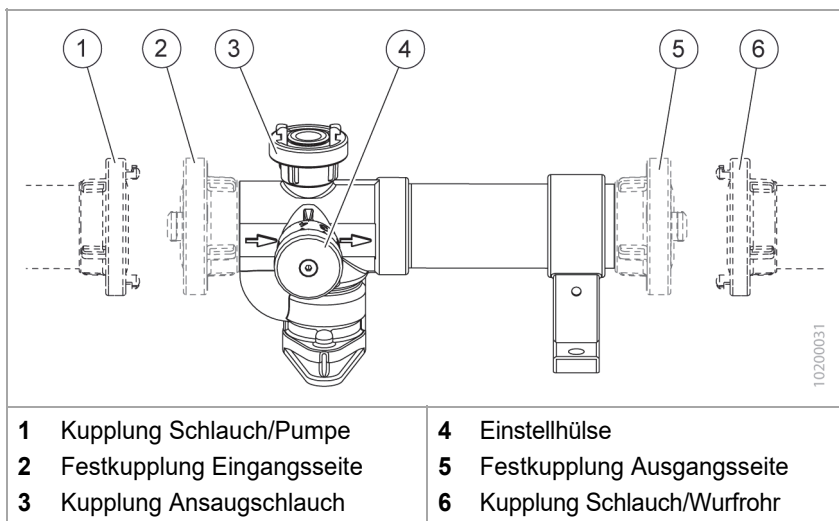

Fig. 2 Handhabung
1. Die Kupplung des pumpenseitigen Schlauchs (Fig. 2/1) mit der Festkupplung der Eingangsseite (Fig. 2/2) mit der Hand oder einem Kupplungsschlüssel anschließen.
2. Die Kupplung des rohrseitigen Schlauchs (Fig. 2/6) mit der Festkupplung der Ausgangsseite (Fig. 2/5) mit der Hand oder einem Kupplungsschlüssel anschließen.
3. Einstellhülse (Fig. 2/4) auf die erforderliche Zumischrate einstellen.
4. Ansaugschlauch am Zumischer ankuppeln (Fig. 2/3) und in den Schaummischbehälter einführen.